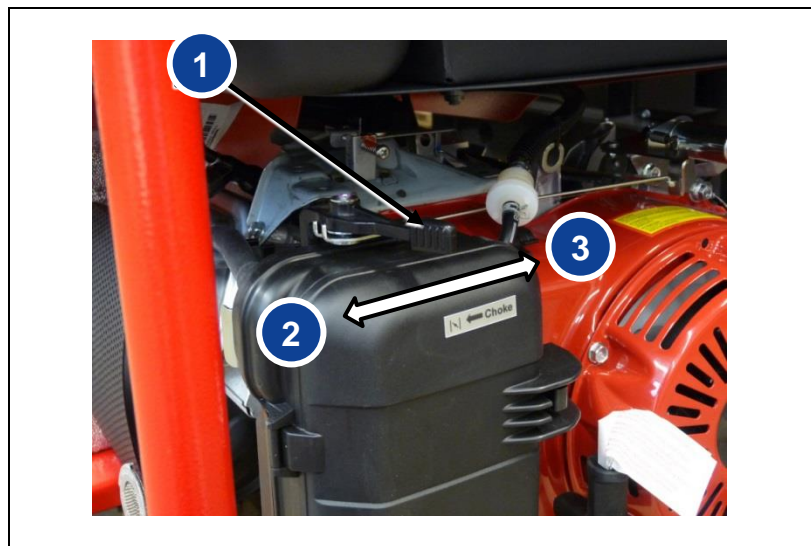

Abb. 4-3: Position Hand-Choke
2. Hand-Choke (Abb. 4-3-(1)) nach links in Position (Abb. 4-3-(2)) bringen.
5. Den Choke (Abb. 4-3-(1)) langsam nach rechts in Position (Abb. 4-3-(3)) bringen.